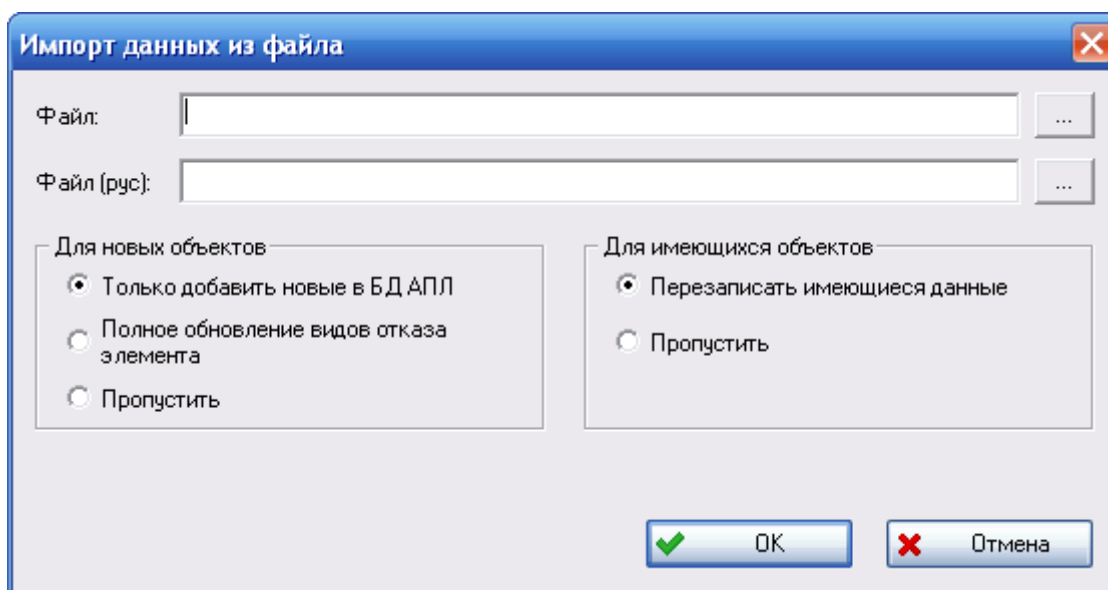

Рис. 14-8
3. В результате откроется окно **Импорт данных из файла**, предназначенное для настройки параметров импорта отказов корневого элемента ЛСФ (рис. 14-8).